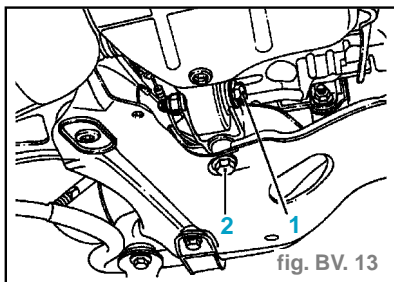

fig. BV. 13
- le boulon de biellette de reprise de couple (1) et desserrer le boulon (2), (fig. BV. 13)
- le boulon de bielle de reprise de couple (1) et desserrer le boulon (2), (fig. BV. 13)